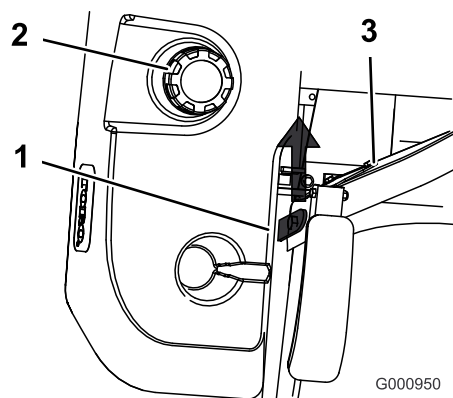

Figure 15
3. Soulevez le siège (Figure 15).